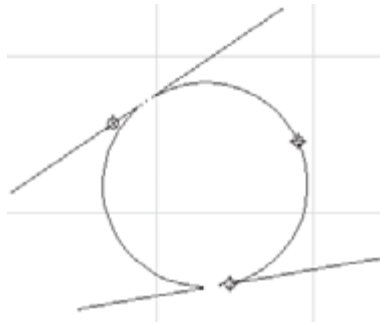

Рис. 3.17. Построение окружности по двум касательным и точке
- Щелкните кнопкой мыши на свободной области рабочего поля. Будет построена окружность, касательная к двум указанным прямым и проходящая через третью точку (рис. 3.17).